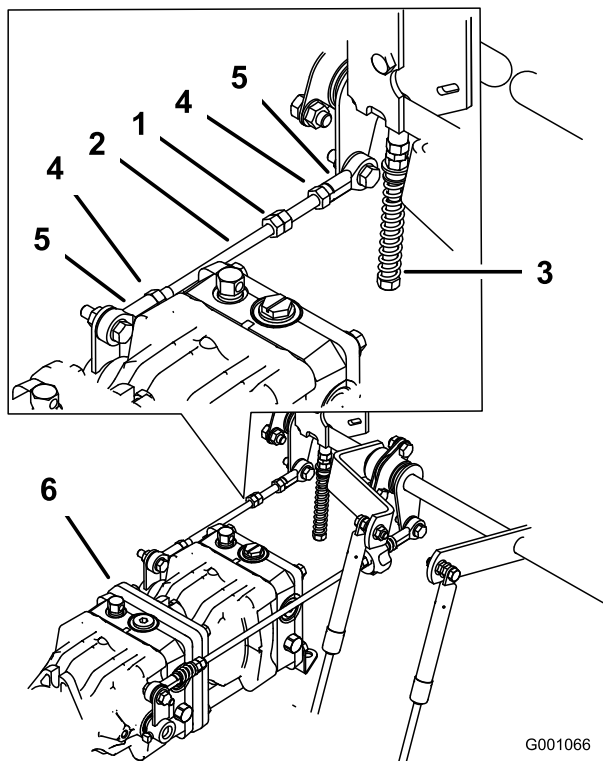

Figura 80
1. Afloje las contratueras de la articulación esférica de la varilla de control de la bomba (Figura 80).
3. Ajuste la longitud de la varilla de la bomba girando las tuercas dobles de la varilla, en el sentido apropiado, hasta que la rueda quede estacionaria o se mueva muy lentamente en marcha atrás (Figura 80).
6. Apriete las contratuercas de las articulaciones esféricas (Figura 80).